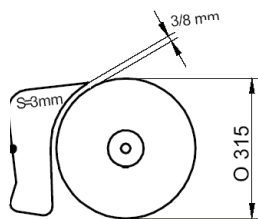

ABB.10-A
- Der Abstand zwischen Keil und Scheibe muss zwischen 3 und 8 mm liegen (Abb. 10-A).